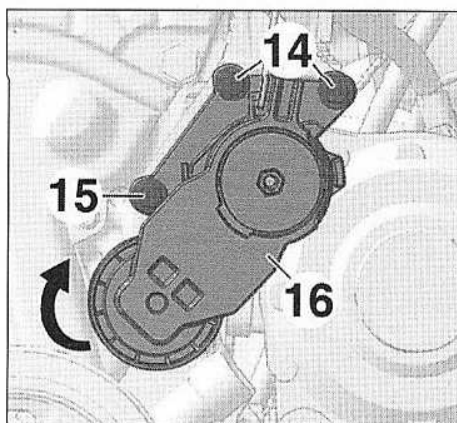

FIG.19
- Déposer les vis (14) (Fig.19).
- Desserrer la vis (15).
- Basculer le tendeur (16).